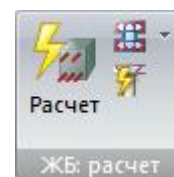

Рис.84. Панель Расчет
- **Расчет** (рис.84) – операции связанные с расчетом арматуры.
Панель **Расчет** (рис.84) содержит следующие команды: